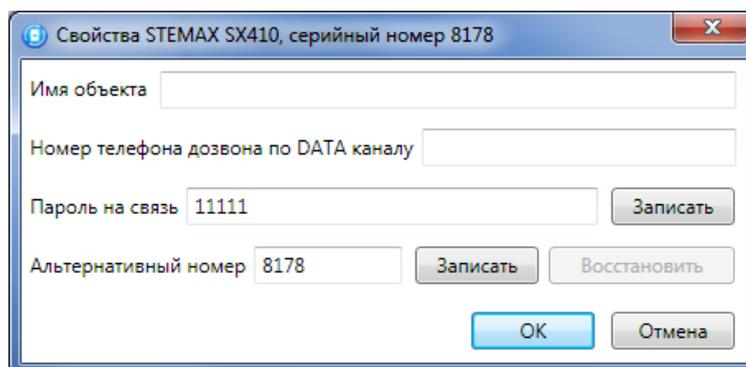

Рисунок 4.7 — Окно «Свойства»
2. В дереве устройств щелкните правой кнопкой мыши по строке конфигурации ПОО контроллера. В контекстном меню выберите «Свойства», в результате чего откроется окно «Свойства» (см. рисунок 4.7). Задайте в нем описанные ниже параметры и нажмите кнопку ОК.